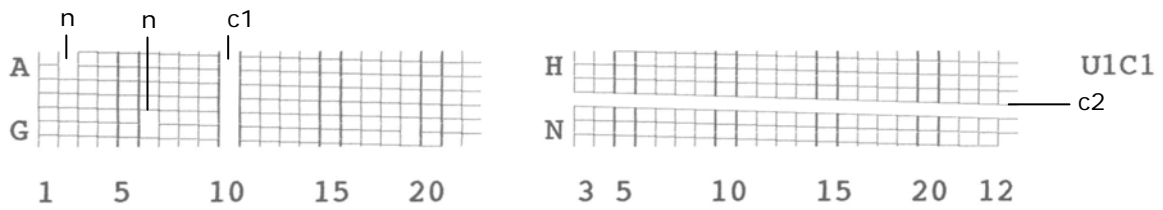
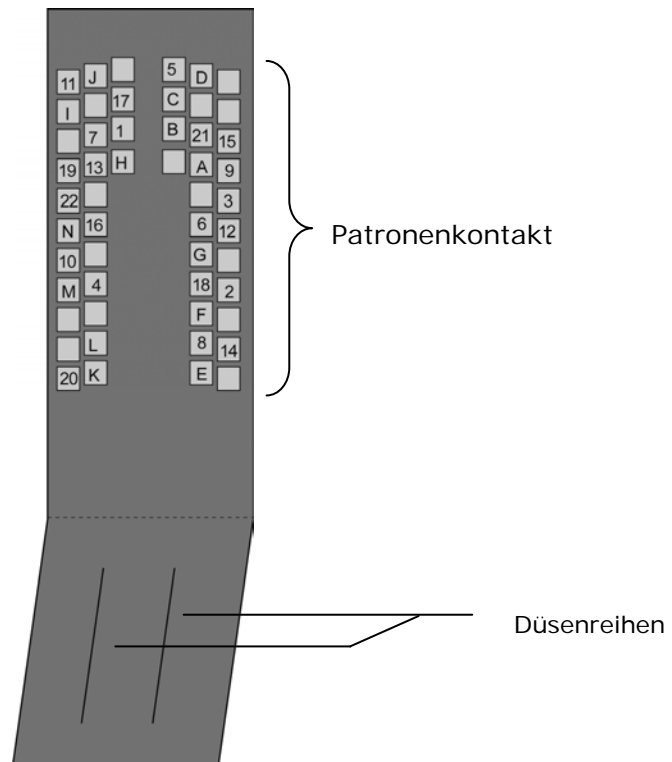

Abbildung 48: Muster A mit Defekten
Abbildung 49: Patronenkontakte
- Abbildung 48 zeigt einen Beispielsdruck mit mehreren Defekten bei Patrone p1 in Druckeinheit u1. Bitte reinigen sie die Tintenpatrone und die Kontakte wie in diesem Handbuch beschrieben. Ist anschließend immer noch ein Defekt sichtbar, tauschen sie bitte die betroffene Patrone aus. Abbildung 49 zeigt ein Referenzdiagramm mit den Patronenkontakten und deren Bezeichnung.